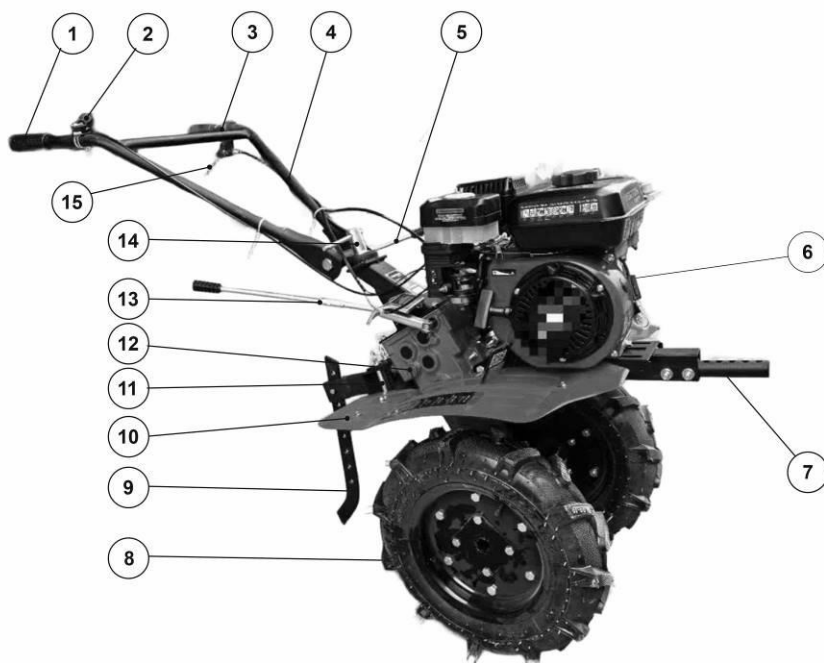

Рис. 1. Устройство моделей МБ-207, МБ-307, МБ-307БК
1. Установите в кронштейн рамы мотоблока (11 – рис.1) кронштейн сошника. Для этого совместите отверстия в кронштейнах рамы и сошника и вставьте пальцы. Зафиксируйте пальцы 3 шплинтами.
2. Установите сошник (9 – рис.1) в кронштейн сошника. Вставьте сошник между пластинами кронштейна, затем совместите нужное отверстие в сошнике с отверстием в кронштейне и вставьте палец крепления. Зафиксируйте палец шплинтом.
4. Установите на кронштейны крыльев правое и левое защитные крылья (10 – рис.1) , используя болты, шайбы и гайки из комплекта крепежа.
5. Установите рычаг переключения передач (13 – рис.1). Для этого прикрутите рычаг переключения передач к основанию рычага до упора, после чего зафиксируйте рычаг с помощью контргайки.
6. Установите рабочие рукоятки на мотоблок (4 – рис.1). Совместите отверстия в рабочих рукоятках и стойке рабочих рукояток. Со стороны рычага переключения передач (13 – рис.1) вставьте в образовавшееся отверстие болт и закрутите ручку регулировки рабочих рукояток по вертикали, не затягивая её. Отрегулируйте положение рабочих рукояток по вертикали. Убедитесь, что головка болта вошла в посадочное место на рабочих рукоятках, после чего окончательно затяните ручку регулировки рабочих рукояток по вертикали.
Для заливки масла в редуктор поместите мотоблок на ровную поверхность и выверните болт-пробку (12 – рис.1) маслозаправочного отверстия из маслозаливной горловины редуктора (рис.1).